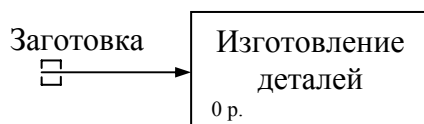

Рис. 42. Неразрешенная (unresolved) стрелка
**Тоннелирование стрелок.** Вновь внесенные граничные стрелки на диаграмме декомпозиции нижнего уровня **являются неразрешенными** и изображаются в **квадратных скобках**. Поэтому они автоматически не появляются на диаграмме верхнего уровня (рис. 42).